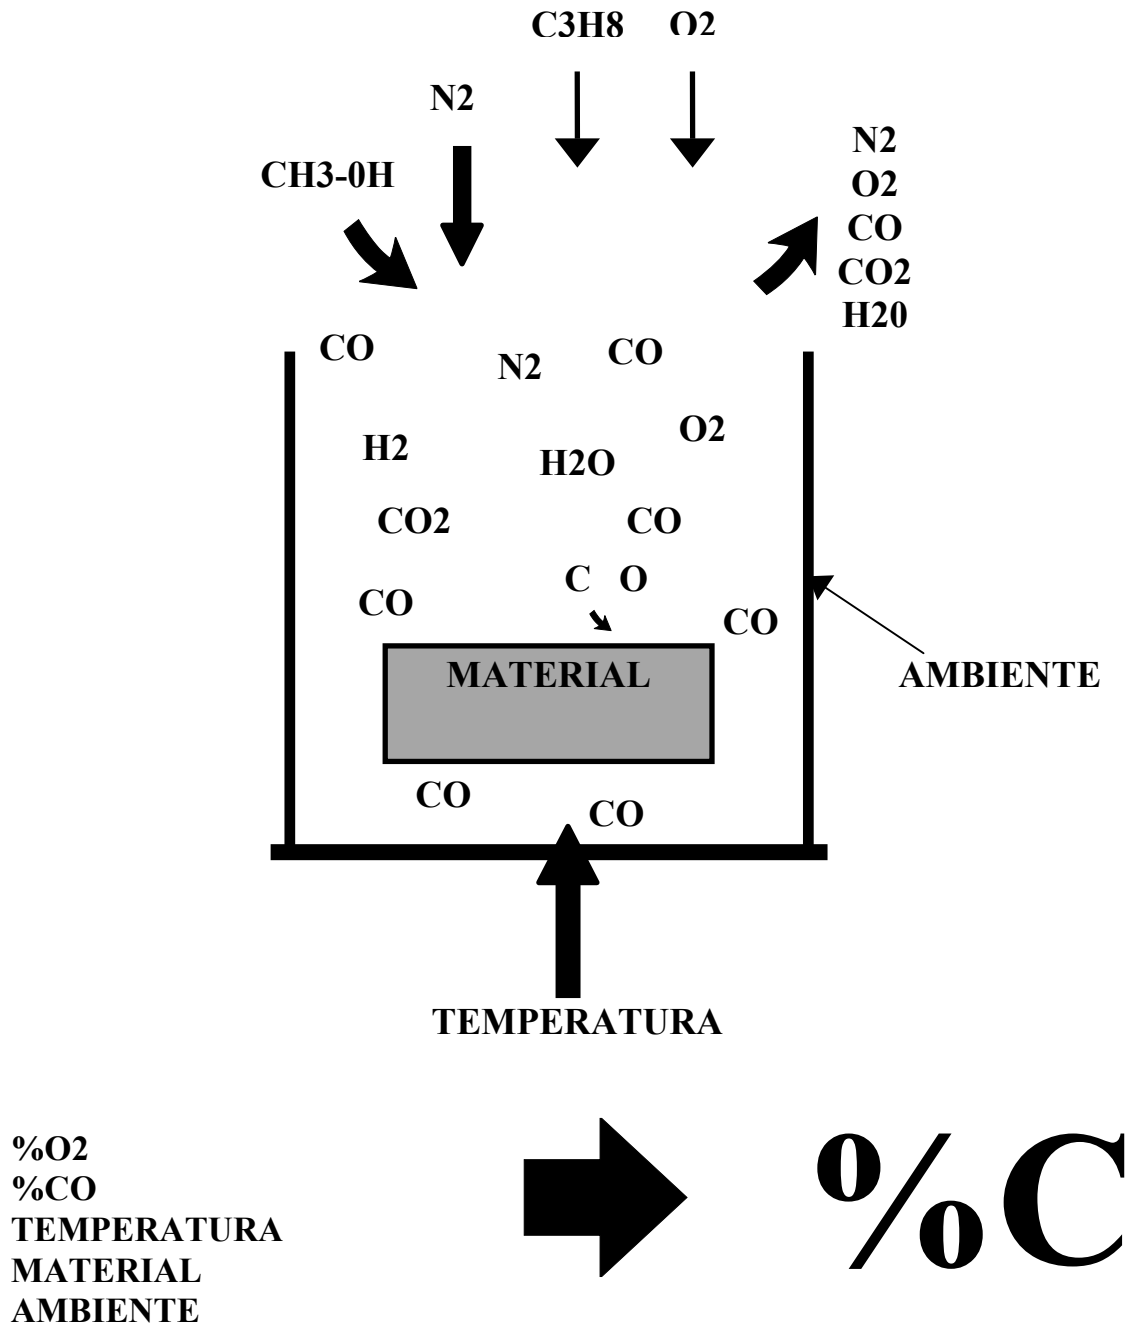

Figura 1
A figura 1 mostra um exemplo de sistema de tratamento térmico, apresentando as variáveis observadas para a determinação do %C. O gás portador de carbono (CO) envolve a peça tratada. O carbono requerido para o processo é fornecido pela admissão de gases de “carburização” como propano, metano etc. adicionados ao gás portador. Condições ótimas durante todo o tempo do processo de “carburização”, somente podem ser obtidas se o
%CO: Em muitos casos, a atmosfera gasosa consiste de um gás portador, uma mistura compreendendo CO, H₂, N₂ e traços de CO₂ e H₂O. Presumindo-se que hoje em dia a maioria dos geradores de gás portador são equipados com reguladores automáticos de ponto de orvalho, a composição da mistura de gás pode ser considerada praticamente constante, ou seja, seja presente um teor de %CO estável e conhecido. No caso da figura 1 mostramos um sistema onde o gás portador é sintetizado a partir da direta introdução de metanol (CH₃-OH) e nitrogênio (N₂) no forno, sendo o teor de CO assim gerado, produto da proporção entre as vazões destes gases. Isto possibilita a operação com diferentes teores de %CO, o que deverá ser observado na determinação do %C. Desta forma o SW-47 apresenta duas possibilidades para a introdução desta variável no cálculo: